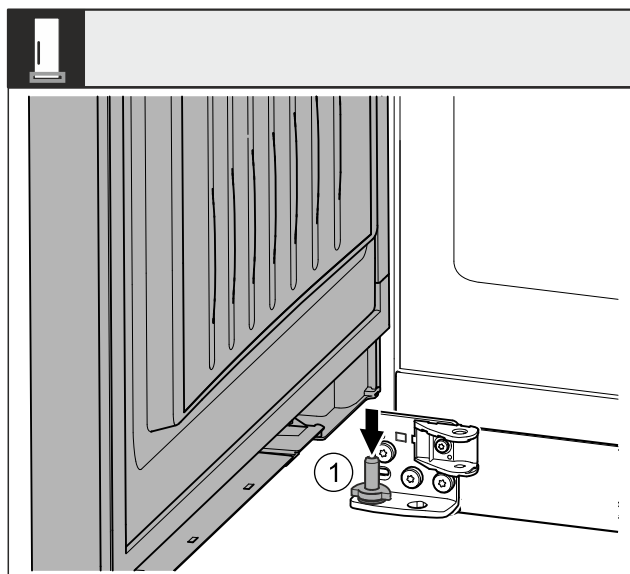

Fig. 42 \*
- ▶ Założyć drzwi od góry na dolny trzpień zawiasu Fig. 42 (1)\*